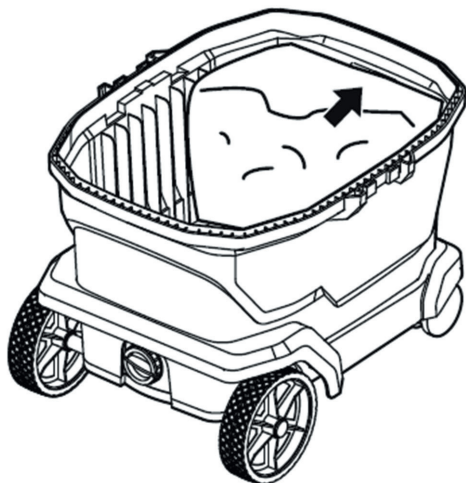

Рис. 10
- Вставьте мешок для сбора мусора в контейнер так, чтобы отверстие было обращено к передней части пылесоса (рис. 10).